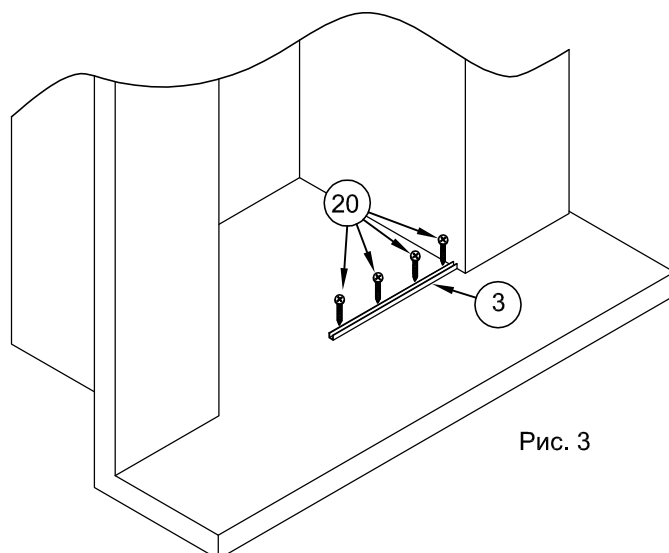

Рис. 3
1.5. Установить профиль №3 на пол. Вставить в отверстия шурупы №20 и вкрутить их отвёрткой, закрепив профиль на надлежащем месте на полу (рис.3).